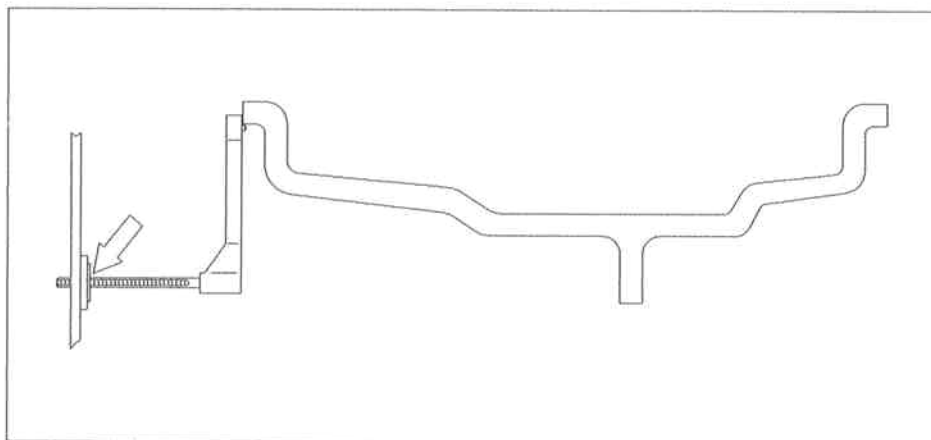

図 14-1 距離及び直径センサの使用
1. 距離および直径センサを取り出し、リム(図 14-1)の内側の端部上にそれを当てます、そしてその目盛の値を読みます。
3. 距離及び直径センサーを取り出し、(図 14-1)の様にリムの内側の端部上にそれを当てます。そしてその目盛の距離数値を読みます。